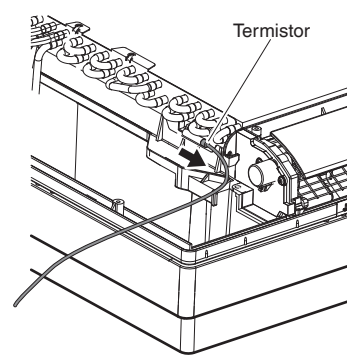

Fig. 5
- 6) Extraiga el termistor. (Consulte Fig. 5)